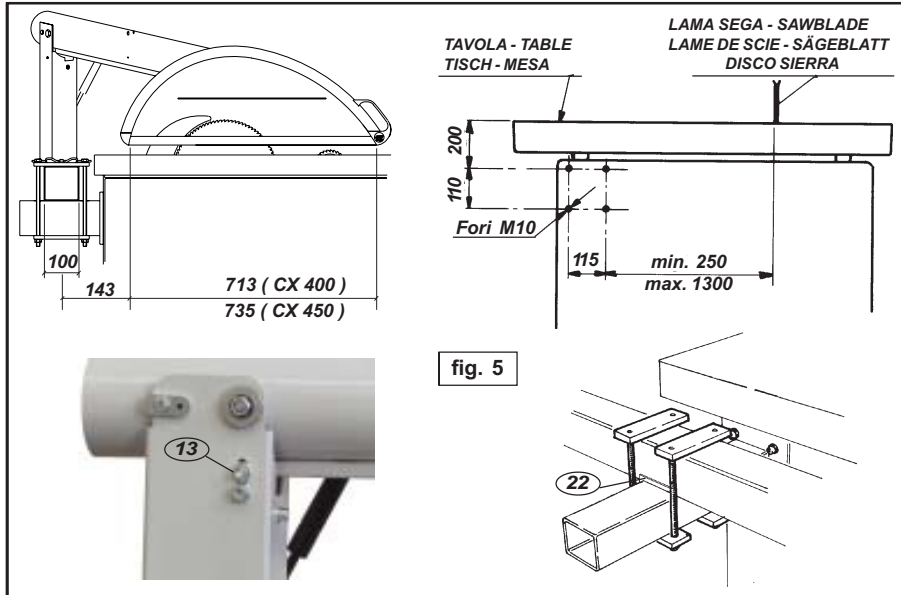

fig. 5
Un tornillo de tope (13 - fig. 5) limita el recorrido en altura de la campana sobre el plano. Dicha elevación máxima se debe determinar en función del diámetro del disco montado de manera que, con el disco completamente levantado, el borde inferior de la campana pueda llegar como máximo a 5 mm por encima del diente más alto de la hoja. Después de la regulación controlar que la posición de la campana de protección sea correcta.
Perforar la base de la máquina siguiendo cuidadosamente las cotas indicadas en la fig. 5 y fijar el soporte (7) con los cuatro tornillos suministrados M10x30, sin cerrarlos del todo. Encastrar luego el brazo en el soporte (7) interponiendo entre los dos la pieza de lámina (22 - fig. 1 o fig. 5) que permite que los dos tubulares corran perpendicularmente entre ellos, y sujetarlo con los tornillos (23) y las 4 placas suministradas.
Por último proceder con el registro de máxima subida de la campana, regulando con los tornillos 13 de la fig. 5.